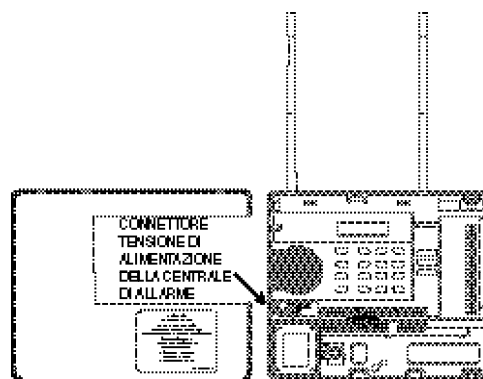

Figura 5. Contenitore di plastica della centrale di allarme International Concord (con il coperchio rimosso)
2. Rimuovere il coperchio del contenitore della centrale di allarme International Concord. Allentare le viti in alto ed in basso sul fianco sinistro del contenitore. Sollevare il fianco sinistro del coperchio (vedere Figura 5).